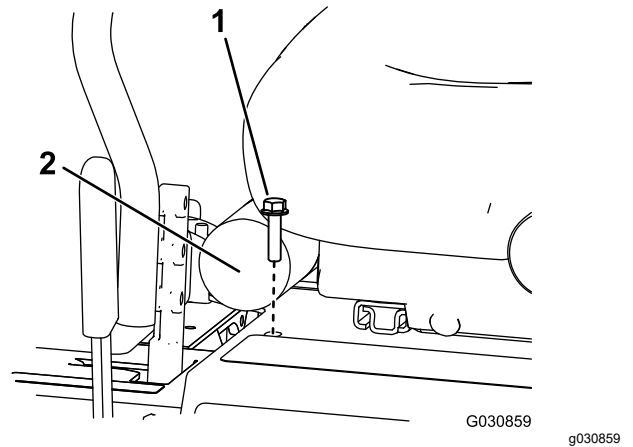

Bild 9
3. Setzen Sie eine Schraube (5/16" x 1¼") in das Loch ein, um die Sitzplatte zu befestigen (Bild 9).